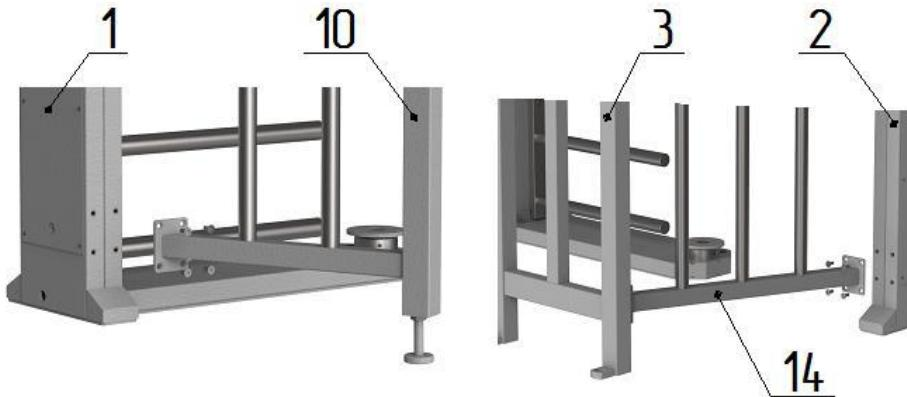

Рис. 6
3. Установка ограждения (рис. 6):
- к боковым плоскостям стойки шлюза **2** аналогично установите ограждения **13** и **14** (рис.6) и закрепите винтами M8;